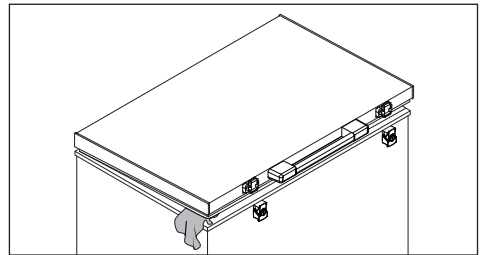

图 16
1. 关闭 ON/OFF 按钮断开电源。重要提示！仅关闭冷柜的电源。（见图 16）